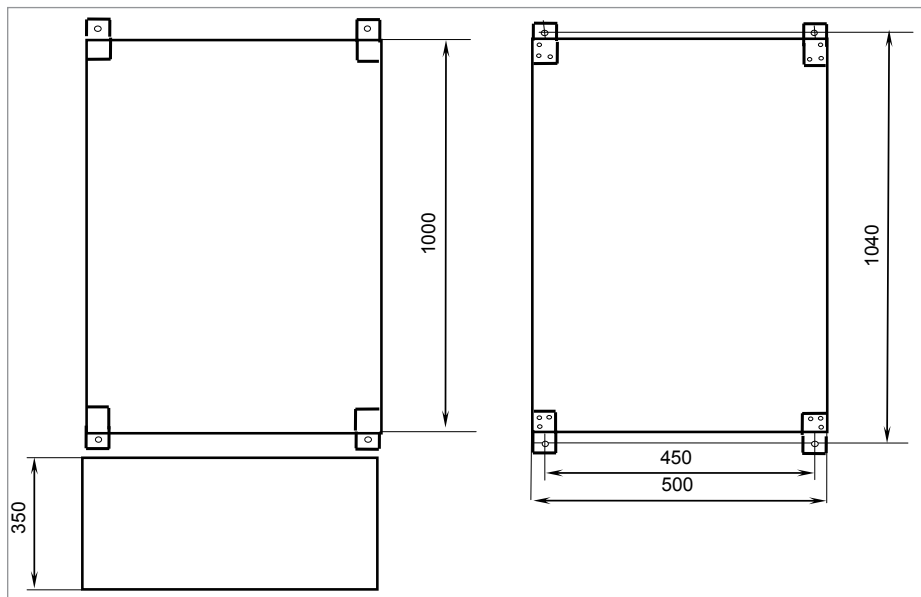

Рисунок 43. Внешний вид и габаритные размеры шкафа контрольно-пускового «ШКП-250»
1. Наметьте на стене места для четырех установочных отверстий в соответствии с габаритным чертежом (см. Рисунок 43).